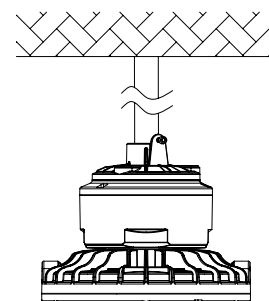
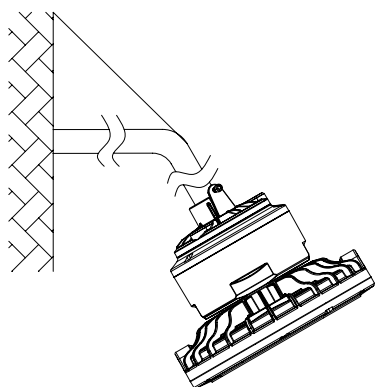
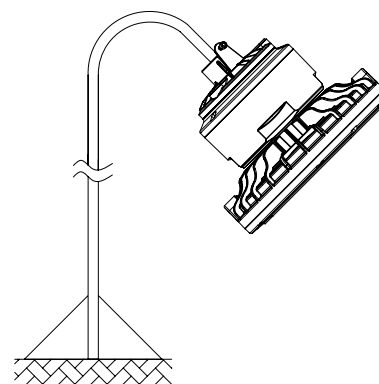

Fig. 10
Fig. 11
Fig. 12
5. Fix the fixture in the required position (Figure 10, Figure 11, Figure 12).
5. Fixez le projecteur dans la position requise (Figure 10, Figure 11, Figure 12).